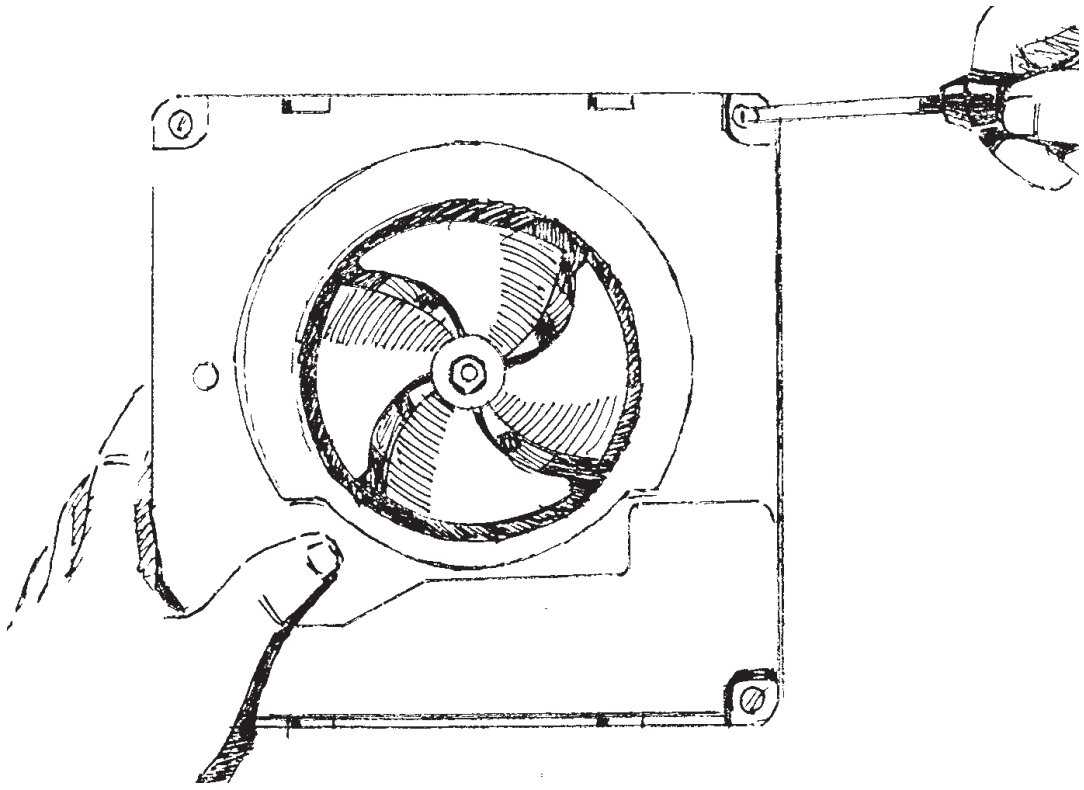

Abb. 14
6. Den Lüfter an der Wand mit den Schrauben zu befestigen (Abb. 14).